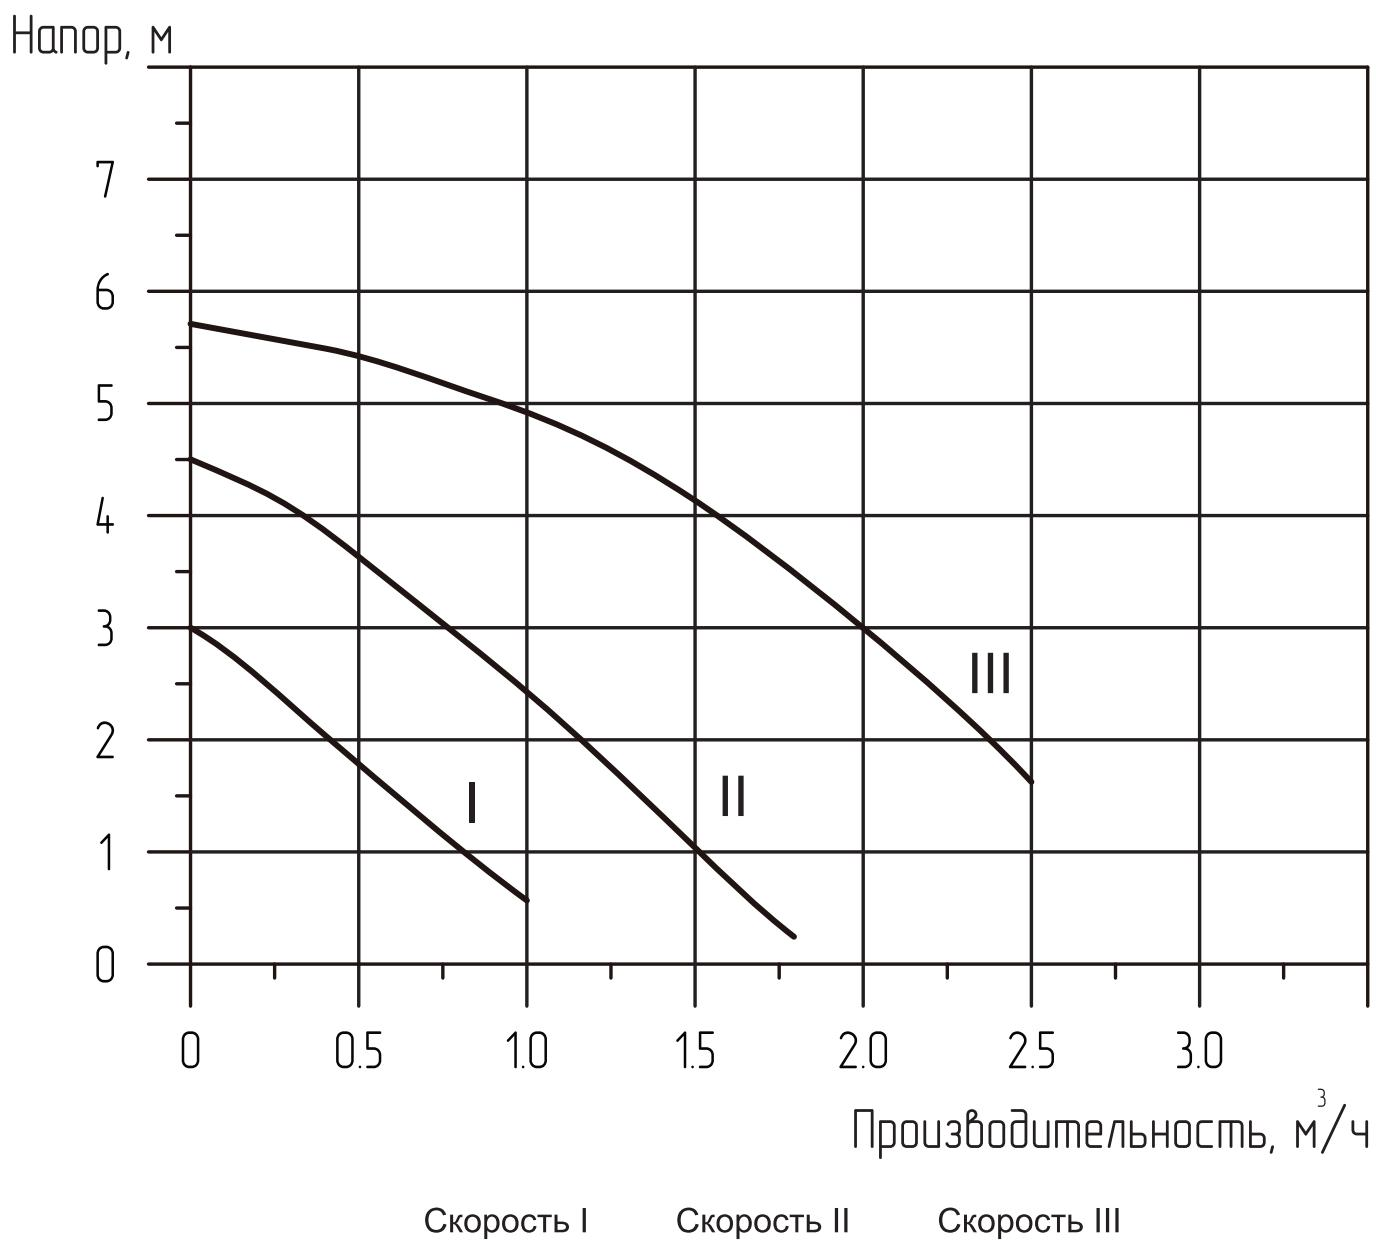

Рис.1 Остаточный напор для циркуляционного насоса 15-6S (для котлов ZOTA MK-X Slim 6- 24 кВт)
*График остаточного напора для циркуляционных насосов показан на Рис.1